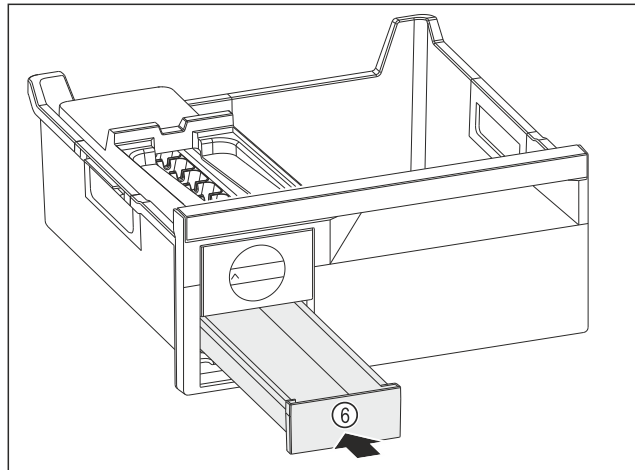

Fig. 116
- ▶ Вкарайте чекмеджето за ледени кубчета Fig. 116 (6).